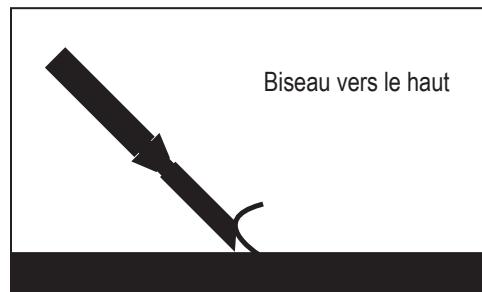
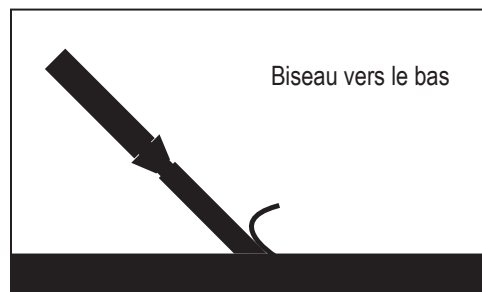

FIG. 9
FIG. 9.1
- Normalement, le biseau de la lame est tourné vers le haut pour le béton (Figure 9) et vers le bas pour le bois (Figure 9.1).